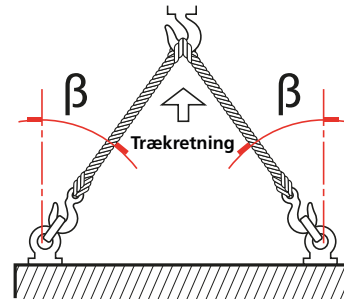

Fig 7.1 Løft (enkeltvirkende aktuator op til størrelse 130)
- I tilfælde af enkeltvirkende aktuator, skal du tilslutte de dobbelte kædeslynger på løfteøjerne som vist i Fig 7.1